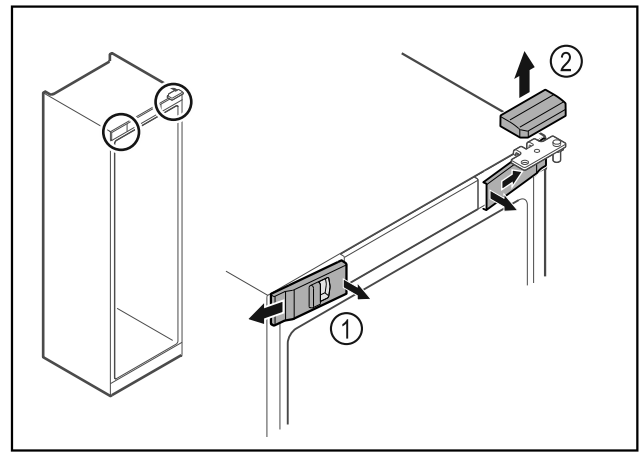

Fig. 12
- Vordere Abdeckungen Fig. 12 (1) innen ausrasten und zur Seite abnehmen.
► Obere Abdeckung Fig. 12 (2) nach oben abnehmen.